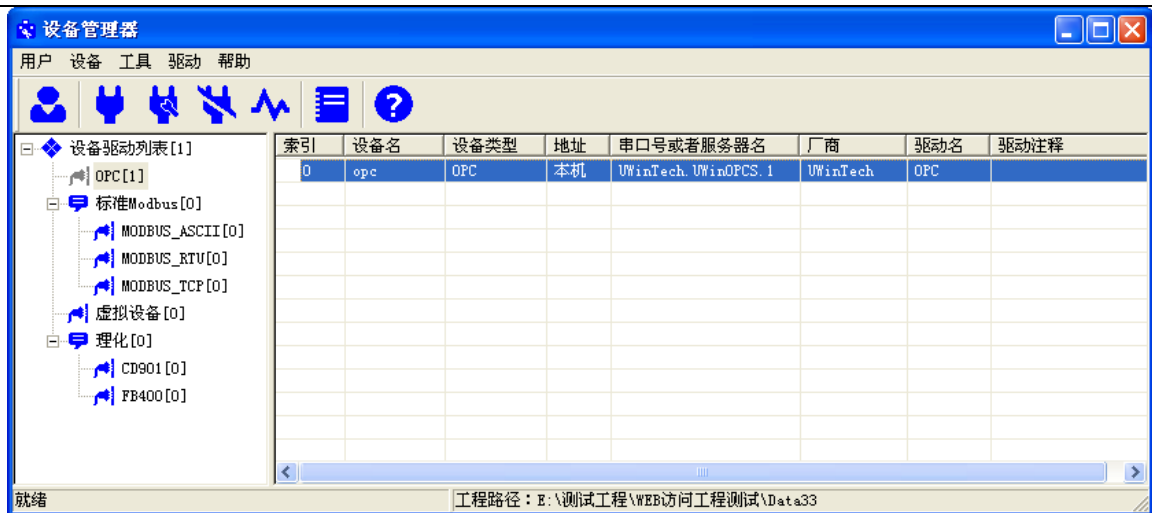

图 6-14 OPC 新建成功
(7) 配置完成后，点击“确定”按钮，则设备管理软件“OPC”结点下显示已添加的 OPC 设备，如图 6-14 所示。